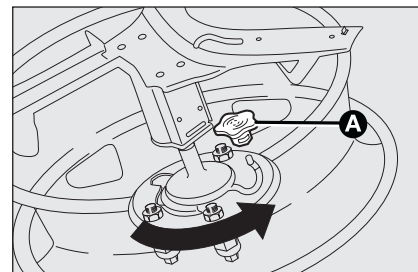

fig. 12
- ☐ Fije el soporte dentado en la rueda perforada mediante los 2 tornillos (introduzca el soporte desde fuera de la rueda). Vuelva a enganchar el cable metálico de retención en el hueco correspondiente y vuelva a introducir el cachón de protección **A-fig. 12**;